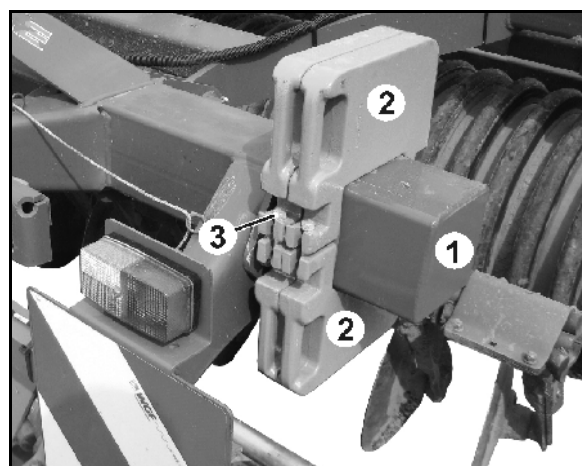

Рис. 16
Catros может оснащаться дополнительными балластами (Рис. 16/1).
1. Приверните крепежную трубу (Рис. 16/1) 4 винтами (Рис. 16/2) снаружи на консоли.
2. Привинчивайте по два дополнительных балласта (Рис. 16/3) к крепежной трубе (Рис. 16/4) и зафиксируйте в этом положении.